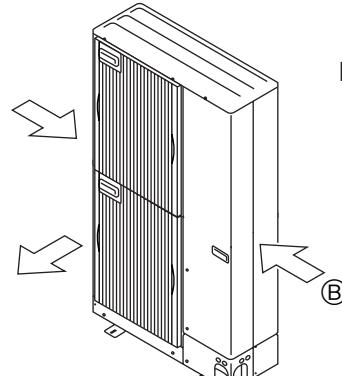

Fig. 3-4
- Ⓑ По возможности разместите прибор так, чтобы воздух из выходного отверстия выдувался в направлении, перпендикулярном к сезонному направлению ветра. (Fig. 3-4)